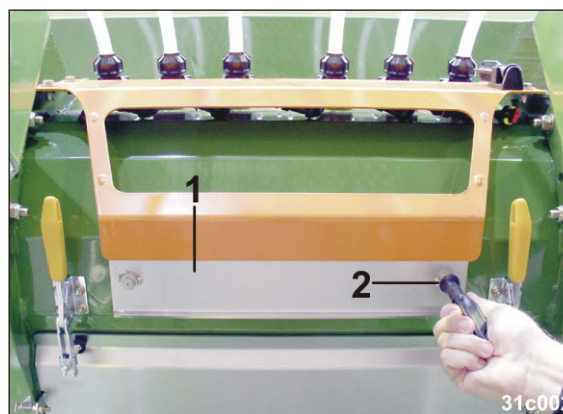

Fig. 261
- 7.2 Ouvrir le système de verrouillage (Fig. 261/1) à l'aide de la clé six pans four-
nie (Fig. 261/2).